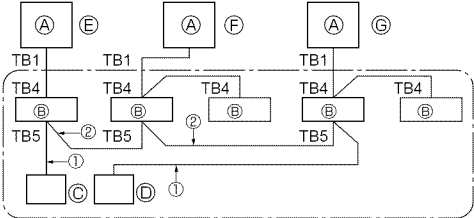

Fig. 9-1
- ① Mettre sous tension (coupe-circuit).
- ② Une fois la vanne d'arrêt de gaz fermée, activer le commutateur SWP sur la carte de commande de l'appareil extérieur. Le compresseur (appareil extérieur) et les ventilateurs (appareils intérieur et extérieur) s'enclenchent et la récupération du réfrigérant commence. Les témoins DEL 1 et 2 de la carte de commande de l'appareil extérieur s'allument.
- ③ L'appareil s'arrête automatiquement deux à trois minutes après la récupération de réfrigérant (témoins DEL 1 et 2 allumés), veiller à fermer rapidement la vanne d'arrêt de gaz. Lorsque les témoins DEL 1 et 2 sont allumés et que l'appareil extérieur est arrêté, ouvrir la vanne d'arrêt de liquide au maximum et répéter l'étape ② après trois minutes.
- ④ Mettre hors tension (coupe-circuit).
9. Contrôle du système (Fig. 9-1)